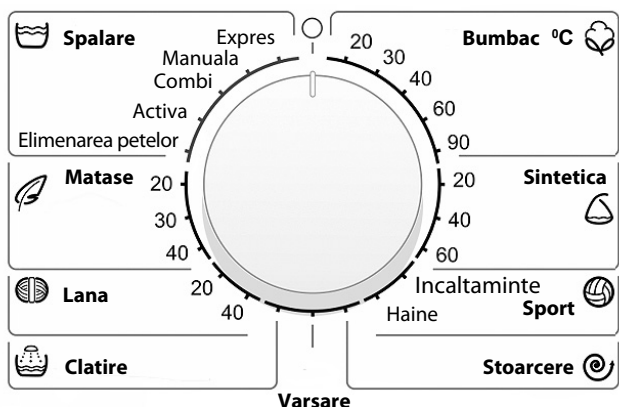

Figura 2 — Mânerul de alegere a programului de spălare
1.1.2 Selectorul este folosit pentru pornirea/oprirea mașinii și alegerea programului de spălare, în conformitate cu figura 2. În jurul selectorului sunt imprimate denumirile programelor și simbolul ○. Selectorul se rotește în ambele direcții (în sensul acelor de ceasornic sau în sensul contrar acelor de ceasornic), și se fixează la diviziunea corespunzătoare a programului selectat. La fixarea selectorului la simbolul ○ mașina se oprește.
1.3.2 Pentru a porni mașina fixați selectorul în conformitate cu figura 2 la diviziunea programului de spălare necesar — se aprind indicatorii operației de spălare a programului selectat.